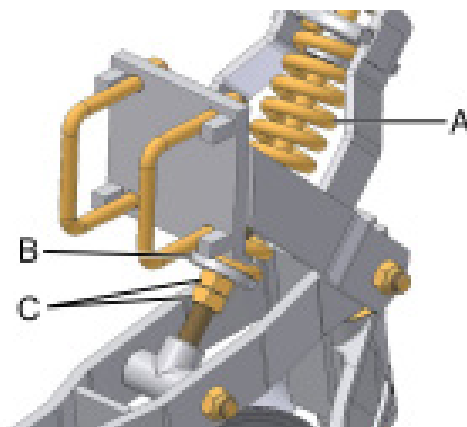

fig. 33
La profundidad del disco de corte es determinada por el aumento de presión del resorte (A) (fig. 33) a través del desplazamiento con la llave del guía (B), siendo el mismo trabado a través de la tuerca (C). Observe que la medida ajustada deberá ser la misma en todos los resortes de las hileras.